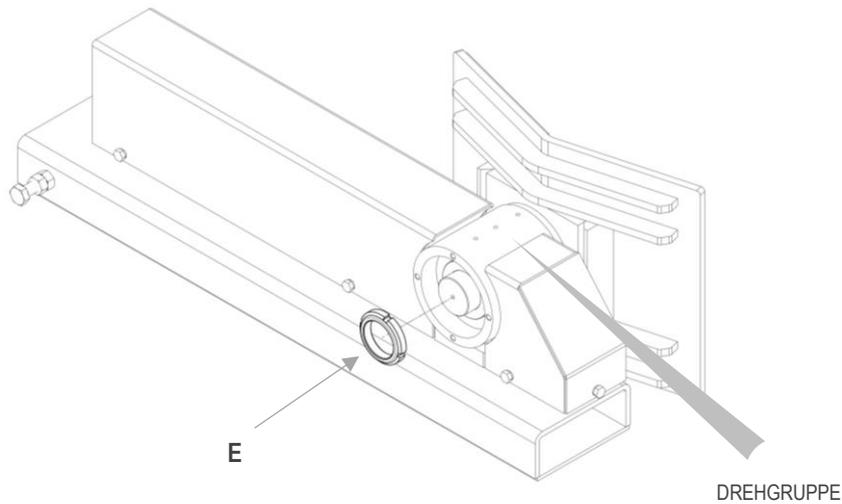

Abbildung 21
5. Nach der Montage der Scheibe, die Zwinge **E** anziehen (siehe Abbildung 21)